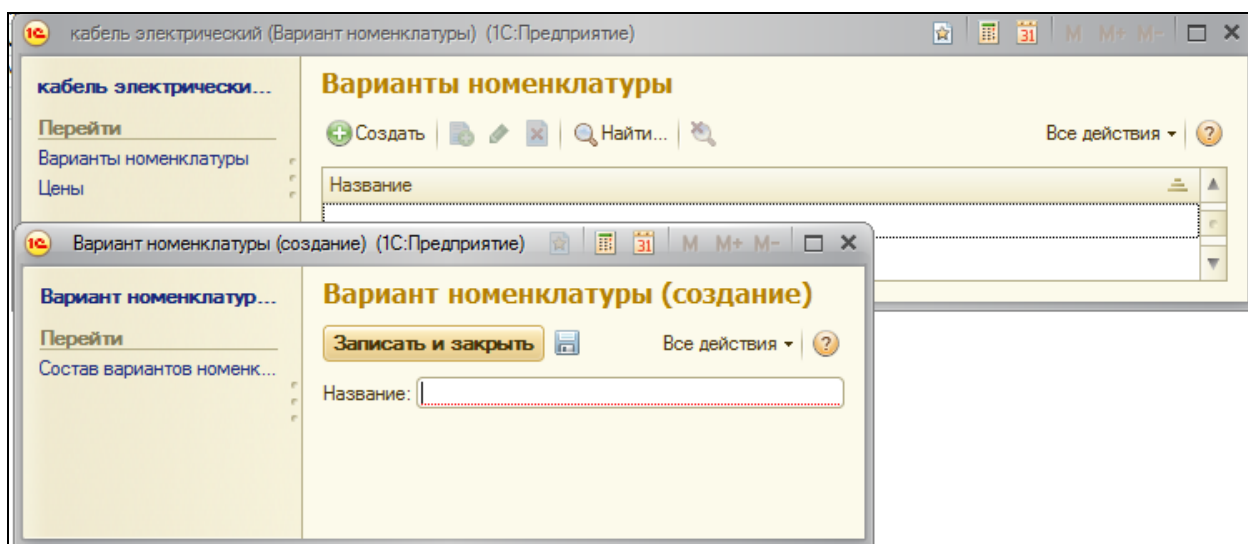

Рисунок 6.17 Настроенные формы элементов
19. Обновить базу данных и перейти в режим 1С:Предприятие. В подсистеме **Учет материалов** открыть справочник **Номенклатура** и элемент **Кабель электрический**. Выбрать в панели навигации строку **Варианты номенклатуры**. Нажать на кнопку **Создать** (рис. 6.17).